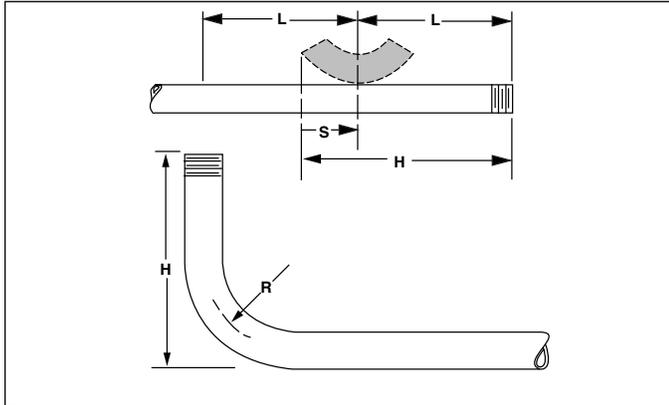

Abbildung 5
- Markeer de gewenste omhoogbuig-afmeting (H) op de rechte pijplengte (zie afbeelding 5).
- Zoek de maat van de pijp die u gaat buigen in tabel 1, en vind de terugbuig-afmeting (S).
- Meet de achterafmeting (S) aftrekken en pijp markeren).